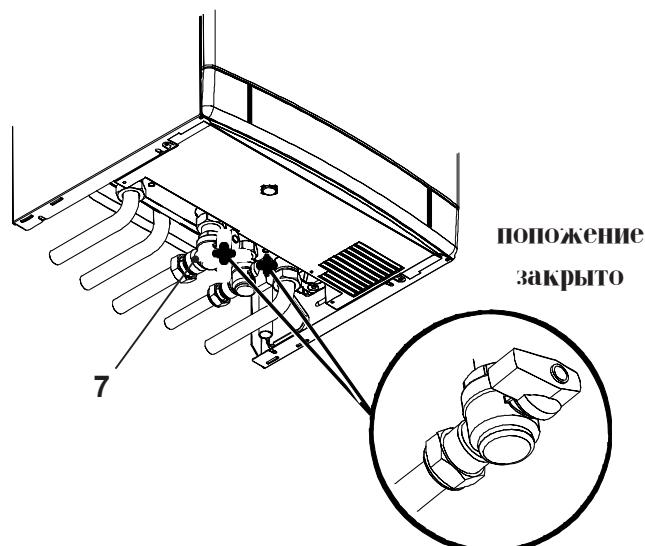

рисунок 2.10
- Перекройте кран подачи газа 7 и краны водяных контуров, расположенные под котлом (рисунок 2.10).